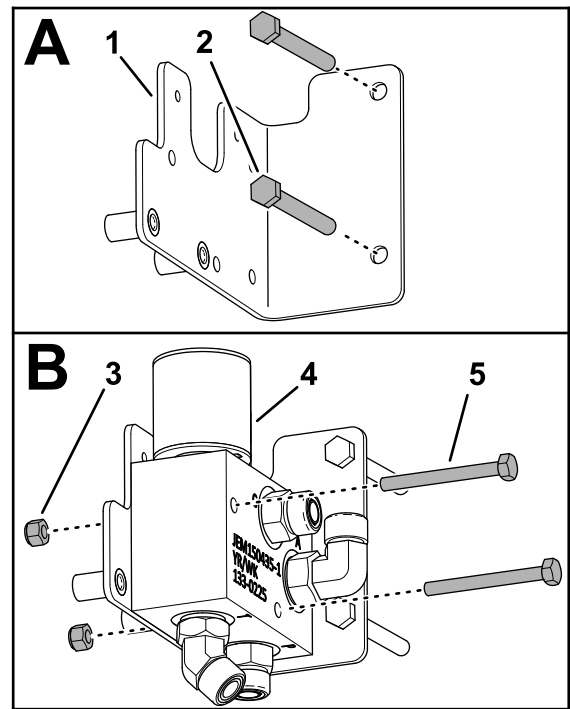

Figura 14
2. Monte los pernos (5/16" x 2¾") que retiró en el paso 1 a través de los taladros en el soporte de la válvula de bajo caudal (Figura 14).